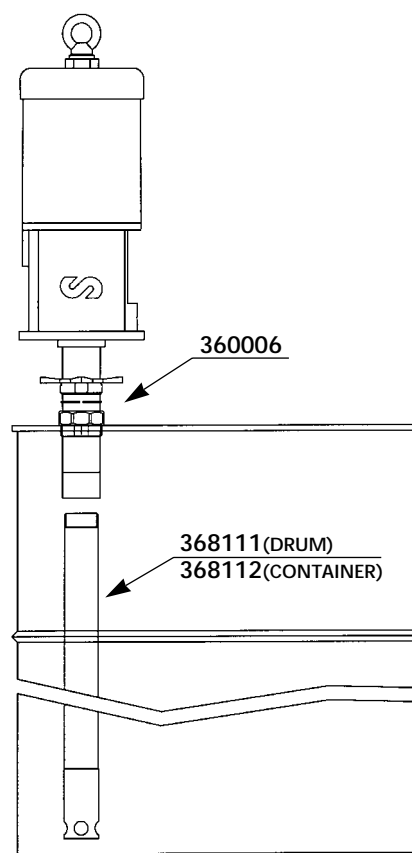

Fig. 4
- Drum or tank mounting (Using bung adaptor 360006). Screw the suction tube (368111 for drum; 368112 for tank) into the foot valve. Screw the nut of the bung adaptor into the 2" bung opening of the cover. Insert the suction tube through the nut and secure it with the star nut at the desired height (See figure 4).
- Fixation sur fût ou sur citerne (à l'aide de la bague de fixation 360006). Serrer le tube prolongateur (368111 pour les fûts et 368112 pour les citernes) à la pompe. Serrer l'écrou de l'adaptateur réglable au filet du couvercle. Introduire le tube par l'écrou et le placer à la hauteur désirée à l'aide de la fausse-bonde (voir figure 4).